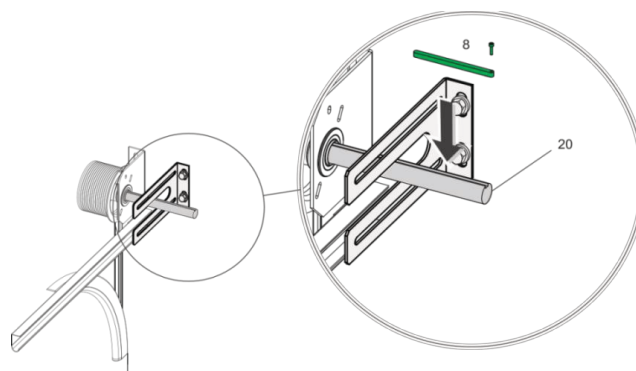

Fig. 2
Installer la clé (8) dans la rainure de l'arbre d'entraînement de la porte de manière à le bloquer complètement ; voir fig. 2.
- Placer l'arbre d'entraînement de la motorisation de porte de manière adaptée à la position du dispositif anti-rotation (clé, position 8 dans la fig. 2). Pour cela, tourner la transmission en mode urgence.
Glisser la motorisation de porte sur l'arbre d'entraînement de la porte (20) ; voir fig. 2.